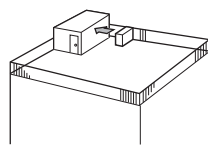

Fig. 2-3
- ① Richten Sie die Luftaustrittsöffnung mit einem Abstand von etwa 500 mm auf die nächstgelegene Wand aus. (Fig. 2-3)